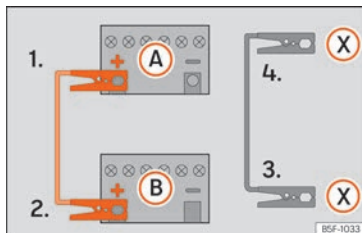

Fig. 50 Schéma de branchement pour les véhicules équipés du système Start-Stop.
- 4b. Sur les véhicules avec système Start-Stop : raccordez une extrémité du câble d'urgence noir (X) à une borne de mise à la terre appropriée, à une pièce métallique massive vissée au bloc-moteur, ou au bloc-moteur lui-même » » » fig. 50.
5. Branchez l'autre extrémité du câble de démarrage noir (X), dans le véhicule avec la batterie déchargée à une pièce en métal massif vissée au carter-moteur ou directement au carter-moteur mais le plus loin possible de la batterie (A).